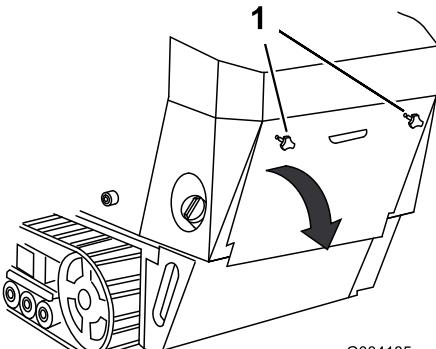

Bild 29
- Schrauben Sie die 2 Handräder ab, mit denen die hintere Abdeckung an der Maschine befestigt ist (Bild 29).
- Kippen Sie die hintere Abdeckung nach unten und nehmen Sie diese ab, um an die internen Bauteile heran zu kommen (Bild 29).